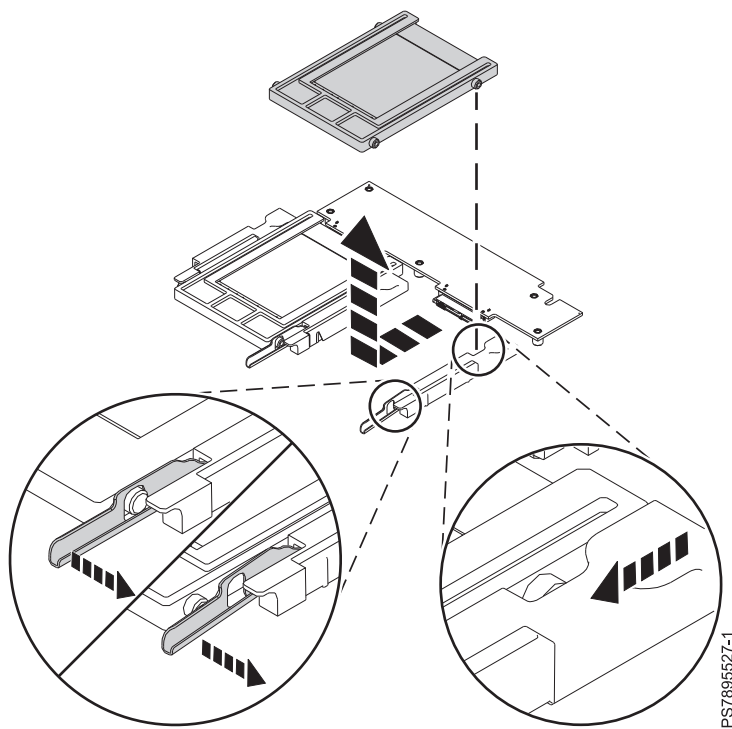

図 10. SSD キャリアの取り外し
- a. 図 10の説明に従って、青色のリリース・レバーをドライブ・トレイの前方に引いて保持します。